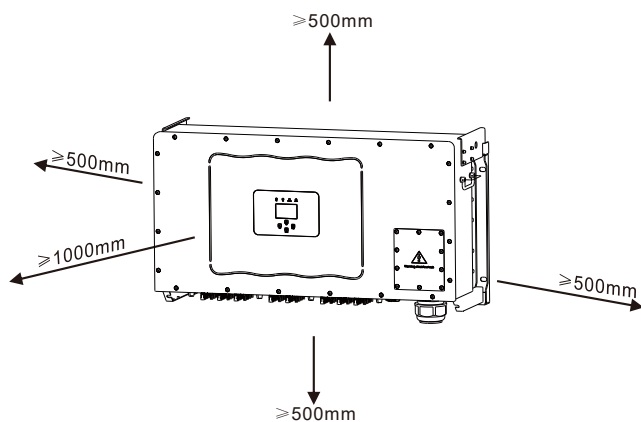

Fig. 4.3 Espacio de instalación
- Si se instala más de un inversor, se debe dejar un espacio mínimo de 500 mm entre cada inversor. Además, cada inversor debe estar al menos a 500 mm por encima y por debajo. El inversor debe instalarse en un lugar fuera del alcance de los niños. Véase la Fig. 4.3.